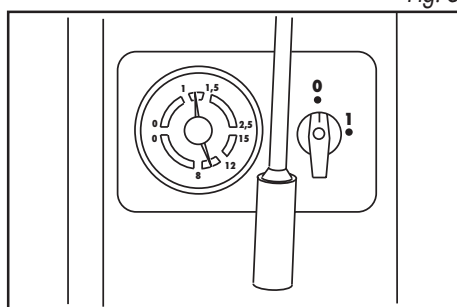
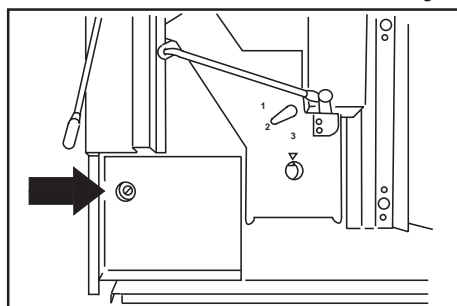

Fig. 6
Fig. 7
- Después de unos 5-7 minutos aproximadamente del encendido, se enciende el indicador situado encima del símbolo  que significa que la máquina está preparada y que se ha alcanzado la temperatura justa en el depósito (verificar que la escala superior del manómetro señale una presión comprendida entre 1,2 y 1,5 bar) (fig. 6).
- Presionar ahora el botón  e inmediatamente . Cuando comience a salir agua por el dispensador, observar la escala inferior del manómetro que debe señalar una presión comprendida entre 8 y 10 bar (fig. 6). En el caso de que la presión no estuviera comprendida entre los límites indicados, actuar sobre el tornillo de regulación situado detrás del cajón de posos para restablecer el valor correcto (fig. 7). Volviendo a apretar uno cualquiera de los botones se para la salida de agua.